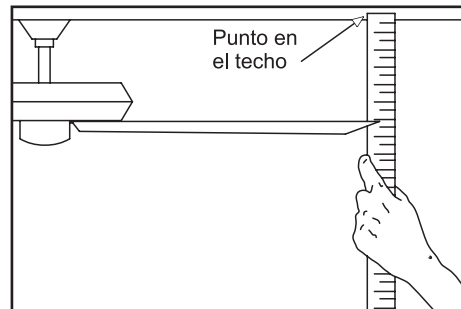

Figura 10
2. La mayoría de los problemas de oscilación del ventilador se deben a que las aspas no están a un mismo nivel. Verifica este nivel seleccionando un punto en el techo sobre la punta de una de las aspas. Mide desde un punto en el centro de cada aspa a un punto en el techo. Mide esta distancia como se muestra en la figura 10. Rota el ventilador hasta que se posicione la siguiente aspa para su medición. Repita para cada aspa. Las desviaciones de la medición deben estar dentro de 1/8". Enciende el ventilador por 10 minutos. Si el ventilador continúa oscilando, comunícate con el servicio al cliente y te enviarán un kit de compensación de aspas, sin costo alguno.